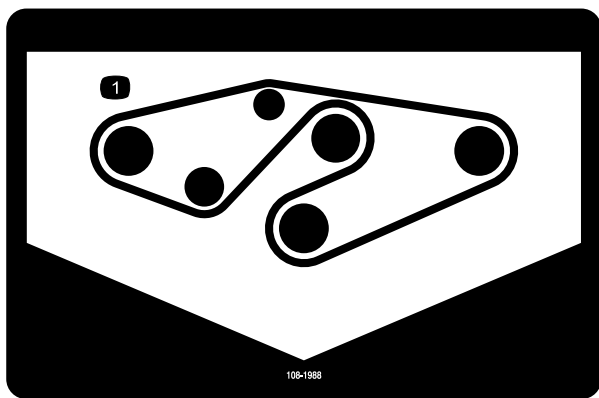

Figura 36
4. Pase la correa nueva alrededor de las poleas de los ejes y del conjunto de la polea tensora, según se muestra en Figura 36.